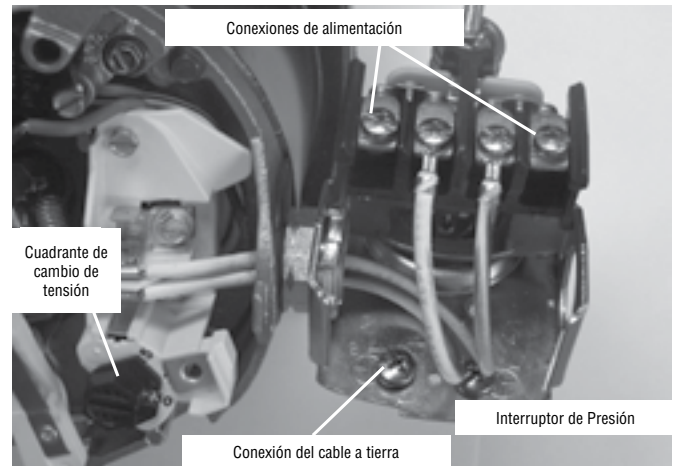

Figura 7: Tensión configurada para 230 V, tipo cuadrante.
3. Conecte los conductores de alimentación a los dos tornillos exteriores en el manóstat según se ilustra en el Figura 7.
4. Conecte el cable a tierra a una de las conexiones a tierra según se ilustra en la Figura 7.